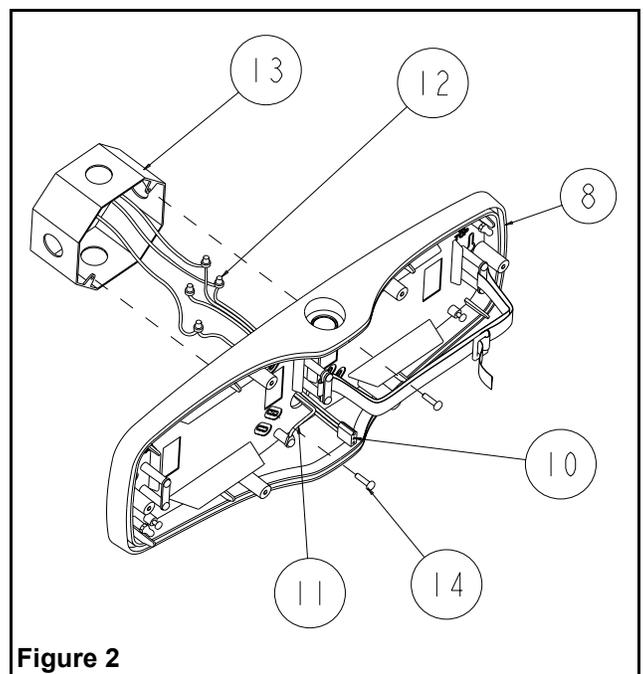

Figure 2
Montage mural, sur boîte de jonction (figure 2).
- b. Enlever le cordon d'alimentation (10) du module électronique. Connecter le cordon à l'alimentation C.A. à l'aide de marettes (voir figure 2). Se référer aux instructions de branchement de la page 2.
- c. Installer le joint d'étanchéité (9) sur la plaque arrière (8). Passer le cordon d'alimentation et le fil de mise à la terre dans les trous de la plaque arrière (voir figure 2). Installer sur la boîte de jonction à